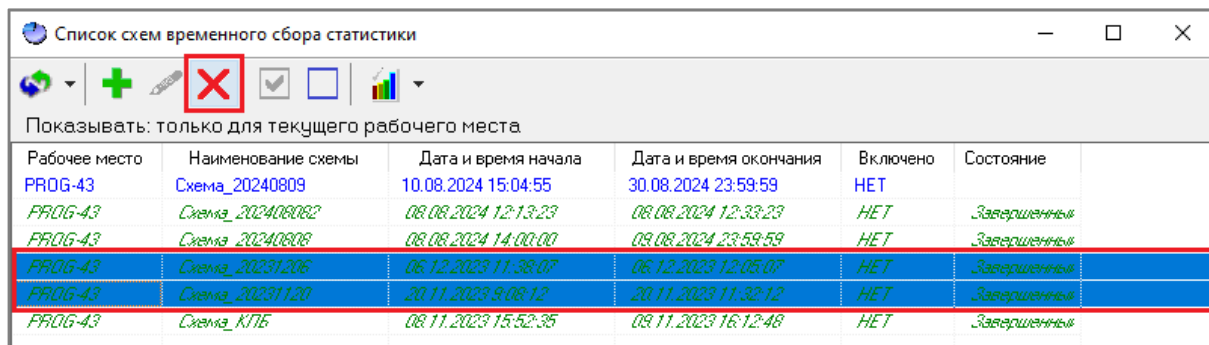

Рисунок 11-125 Удаление схем ВСС через панель инструментов окна "Список схем временного сбора статистики"
- либо нажмите кнопку «Удалить схему(ы)»  на панели инструментов (см. п. 11.6.1.1) окна «Список схем временного сбора статистики» (см. Рисунок 11-125);